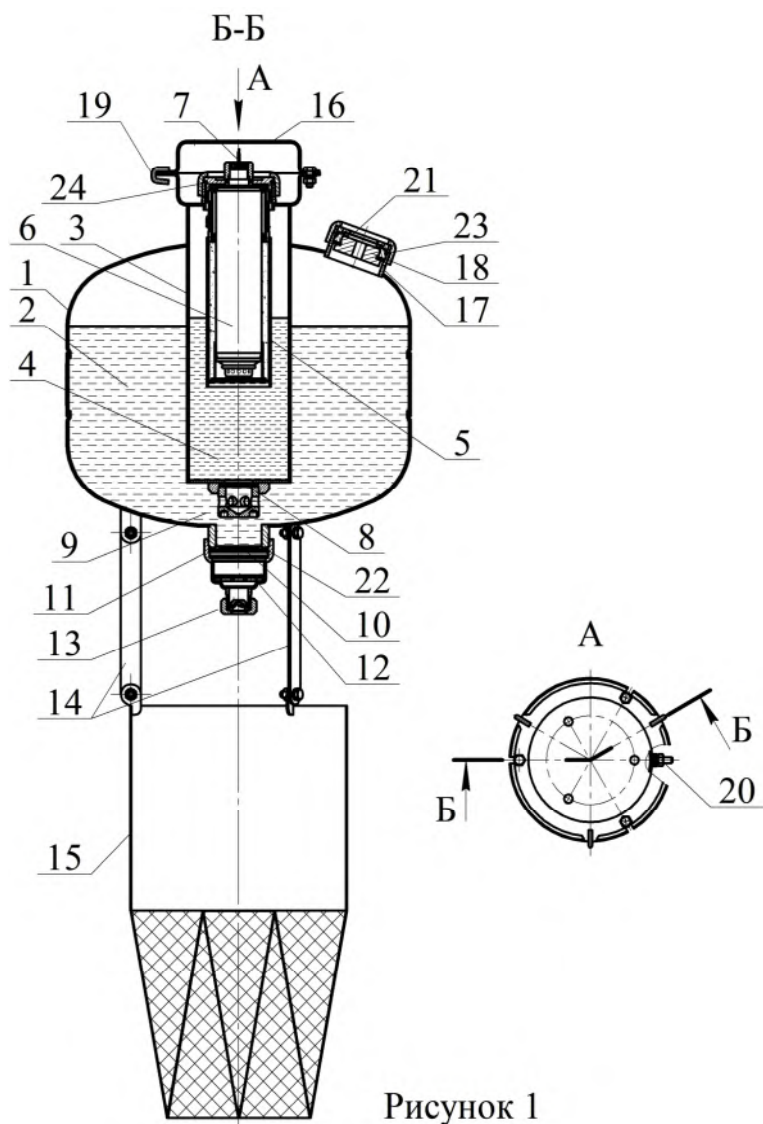

Рисунок 1
4.1.1 МППВК (см. рисунок 1) состоит из корпуса 1, заправленного водой 2, в котором размещен герметичный контейнер 3 с пенообразователем 4. В контейнер 3 соосно установлено газогенерирующее устройство 5, в герметичном корпусе которого смонтирован ИХГ 6 с элементом электропусковым 7. Контейнер 3 в нижней части перекрыт срезной силиконовой мембраной 8, поджатой рассекателем 9. Нижняя горловина корпуса 1 перекрыта срезной мембраной 10, поджатой гайкой 11. С гайкой 11 через фильтрующий элемент 12 соединена форсунка 13. К корпусу 1 при помощи направляющих 14 закреплен корпус генератора пены высокой кратности 15. В верхней части корпуса 1 расположены кронштейн 16 для крепления к потолочному перекрытию, горловина 17 для заливки воды и предохранительный клапан 18. Для фиксации МППВК при монтаже на кронштейне 16 закреплены три скобы 19. МППВК имеет заземляющий зажим 20.
4.2.1 После подачи электрического импульса на выводы элемента электропускового 7 (см. рисунок 1) ИХГ 6 генерирует газ, который создает давление внутри контейнера 3. При достижении в корпусе контейнера 3 давления, соответствующего уровню вскрытия мембраны 8, пенообразователь 4 через рассеиватель 9 перетекает в объем корпуса 1, где происходит его смешивание с водой 2. Далее начинается набор давления в корпусе 1 для вскрытия мембраны 10 и выпуска водного раствора пенообразователя через форсунку 13 в объем корпуса генератора пены 15. Через сетки генератора 15 водный раствор пенообразователя поступает в зону горения, где формируется в виде пены высокой кратности.
6.3 Закрепить кронштейн **16** (см. рисунок 1) на потолочном перекрытии. Координаты отверстий в кронштейне приведены на рисунке 2.
6.4 Залить пенообразователь **4** (см. рисунок 1) в контейнер **3**. Установить газогенерирующее устройство **5** с резиновым кольцом 058-062-25 ГОСТ 9833-73 **24**. Сверху затянуть гайку до упора.
6.5 Закрепить на гайке **11** (см. рисунок 1) через направляющие **14** корпус генератора пены **15**.
6.7 Залить воду ГОСТ 6709-72 или СанПиН 2.1.4.1074-01 в отверстие верхней горловины **17** (см. рисунок 1). Объем заливаемой воды должен быть  $(16^{+0,2})$  дм3 Установить в отверстие горловины предохранительный клапан **18** с резиновым кольцом 050-055-30 ГОСТ 9833-73 **23**. Сверху закрутить гайку до упора.
7.3 Комплект поставки для перезарядки МППВК (см. рисунок 1):